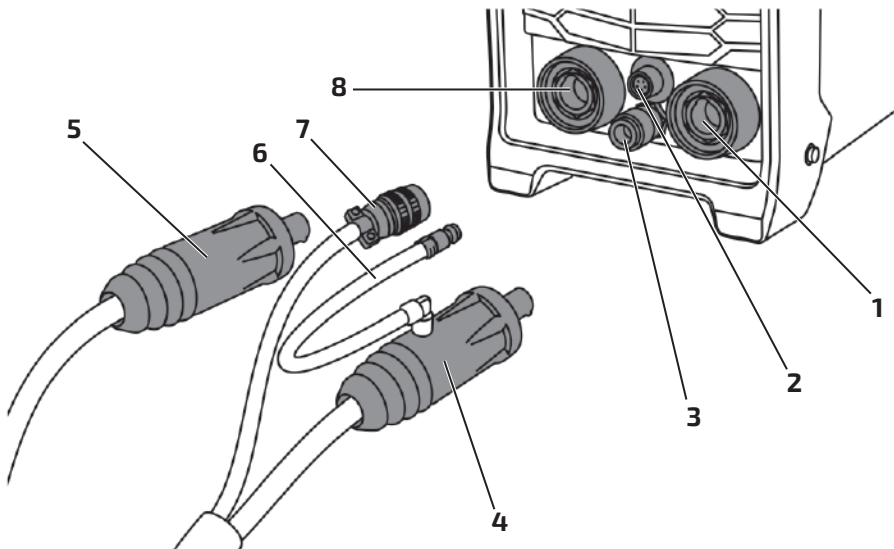

Рис. 8.0.3. Подключение.
2. Подключайте сварочные принадлежности для TIG сварки в следующем порядке (см. рис. 8.0.3).
3. Вставьте силовой наконечник сварочной горелки (рис. 8.0.3, п. 5) в панельную розетку со знаком «-» (рис. 8.0.3, п. 1) на передней панели аппарата. Поверните его до упора по часовой стрелке, убедитесь в плотной фиксации соединения.
4. Подключите б/р разъем (рис. 8.0.3, п. 6) защитного газа горелки в соответствующий разъем на передней панели аппарата (рис. 8.0.3, п. 3).
5. Подключите 5-pin разъем горелки (рис. 8.0.3, п. 7) к соответствующему разъёму на передней панели аппарата (рис. 8.0.3, п. 2).
6. Вставьте силовой наконечник кабеля клеммы заземления (рис. 8.0.3, п. 5) в панельную розетку со знаком «+» (рис. 8.0.3, п. 8) на передней панели аппарата. Поверните его до упора по часовой стрелке, убедитесь в плотной фиксации соединения. Закрепите клемму заземления на заготовке.